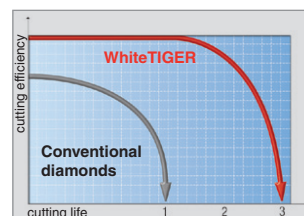

Fig. 3
**Höchste Standzeit (Fig. 3)**
**Maximum life-span (Fig. 3)**
**Extraordinaire durabilité (Fig. 3)**